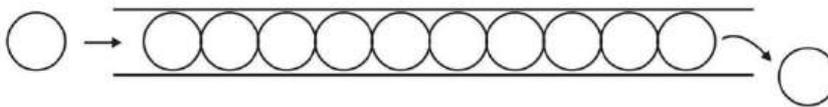

Fig. 27 – Movimento dos elétrons através do condutor
Assim, ao introduzir uma bola por um dos lados desse tubo, uma outra sai pelo lado oposto, praticamente no mesmo instante (fig. 27).
*No exemplo da fig. 27, as linhas magnéticas correm no sentido dos ponteiros do relógio.*